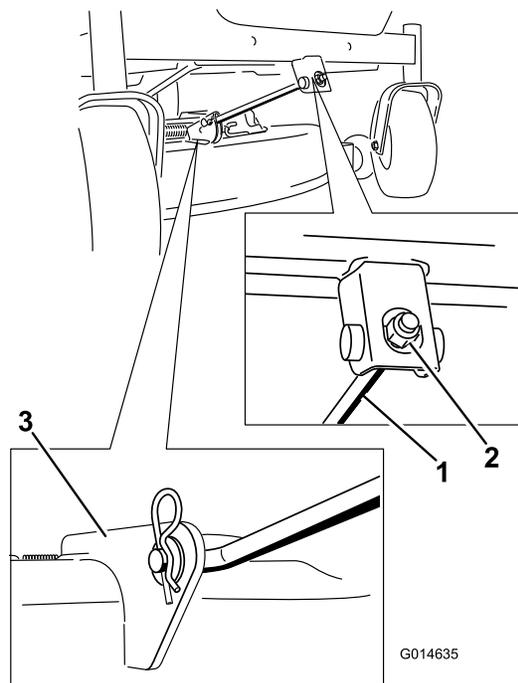

Figure 55
- Retirez la goupille fendue de la tige de support avant et déposez la tige du support de plateau (Figure 55). Abaissez doucement l'avant du plateau de coupe au sol.
6. Fixez la tige de support avant au plateau de coupe à l'aide de l'axe de chape et de la goupille fendue (Figure 55).